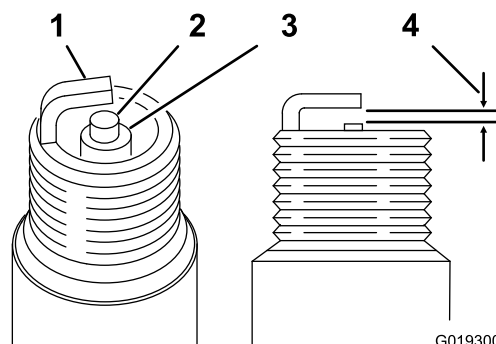

Figure 44
5. Réglez l'écartement des électrodes centrale et latérale de chaque bougie à 0,76 mm ; voir Figure 44. Montez les bougies avec l'écartement correct et un joint d'étanchéité, et serrez-les à 22 N·m.